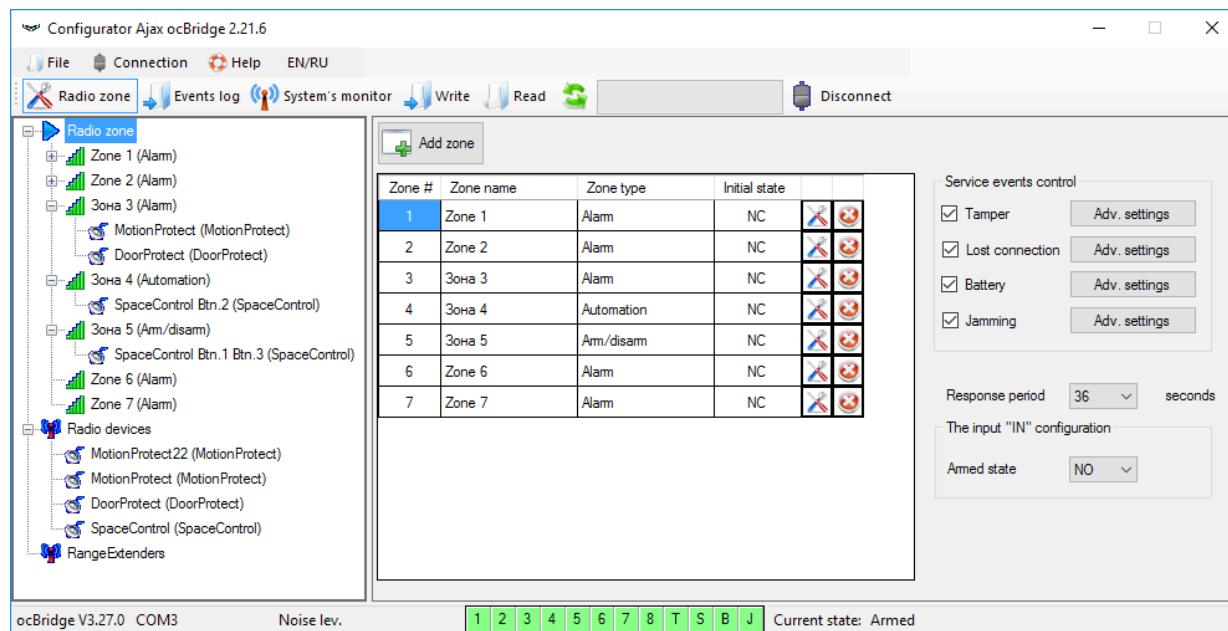

Abb. 11. Alle verbundene Melder
4. Auf der Seite “**Radio Zones**” (**Alle verbundene Melder**) (Abb. 11) können die erforderlichen Erfassungszonenbereiche erstellt, die dazugehörigen Sensoren und Geräte zugeordnet (siehe **Sensorhandhabung**) und die zusätzlichen Funktionsparameter für Sensoren, Geräte und Zonen festgelegt werden (**Anschluss an die Zentraleinheit**).